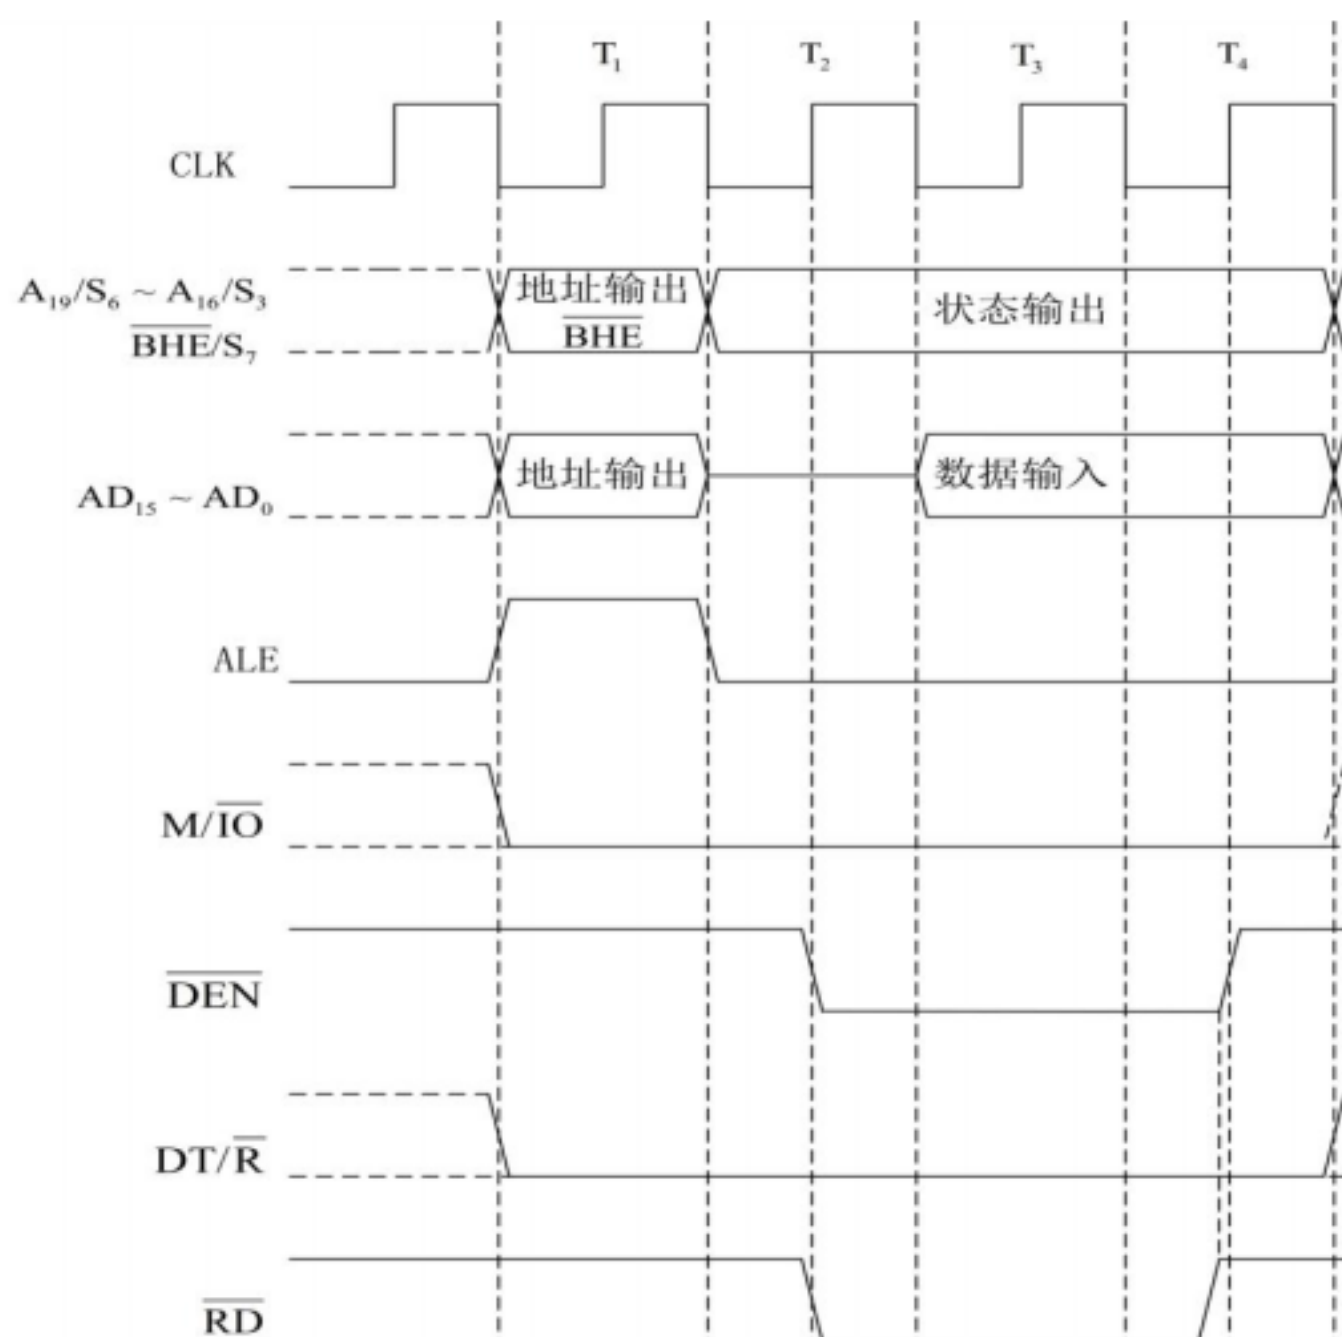

图 5.7 执行 IN AL , 0F5H 指令的时序参考图
(4) 执行 IN AL , 0F5H 指令的时序图如图 5.7 所示。